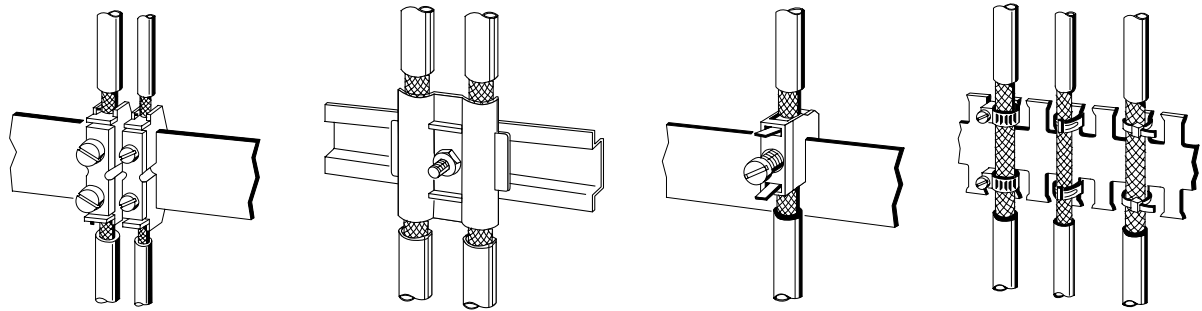

Bild 3.2 Befestigen von geschirmten Leitungen mit Kabelschellen und Schlauchbindern
- Benutzen Sie zur Befestigung der Schirmgeflechte Kabelschellen aus Metall, Die Schellen müssen den Schirm großflächig umschließen und guten Kontakt ausüben (→ Bild 3.2).